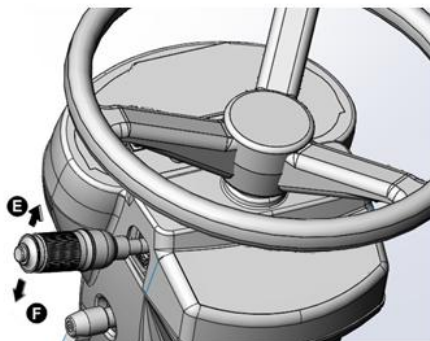

Рисунок 3.28. Включение дальнего света фар
- Перевести подрулевой переключатель в направлении F, рис. 3.28.
- Вернуть подрулевой переключатель в исходное положение (в противоположном направлении F, рис. 3.28.).
- Подрулевой переключатель перевести в положение Е, рис. 3.28, и удерживать его в этом положении.